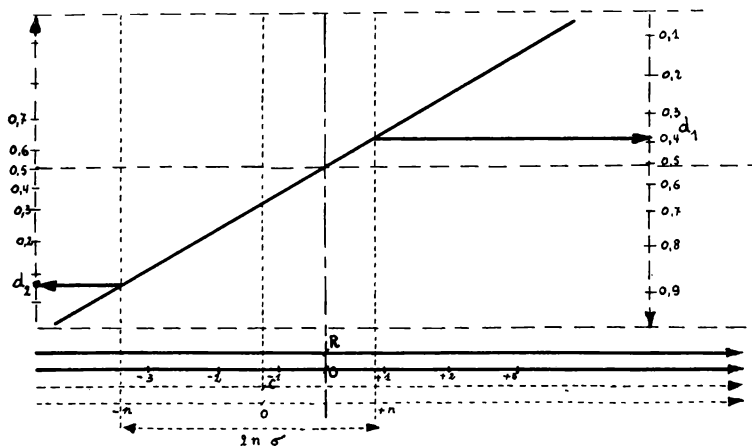

Fig. 3
- Il peut enfin être simplifié en adaptant l'échelle Gaussienne pour les ordonnées (figure 3).